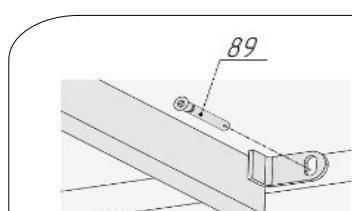
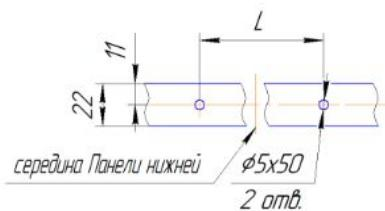

Рис.24.1
Рис.24.2
25. Просверлить в панели нижней поз.43 отверстия ф5x50 в соответствии с рис.24.2, L=648мм. Присоединить собранный каркас дивана к коробу с помощью винтов-конфирматов поз.89 (рис.24.1 и рис.24.3).